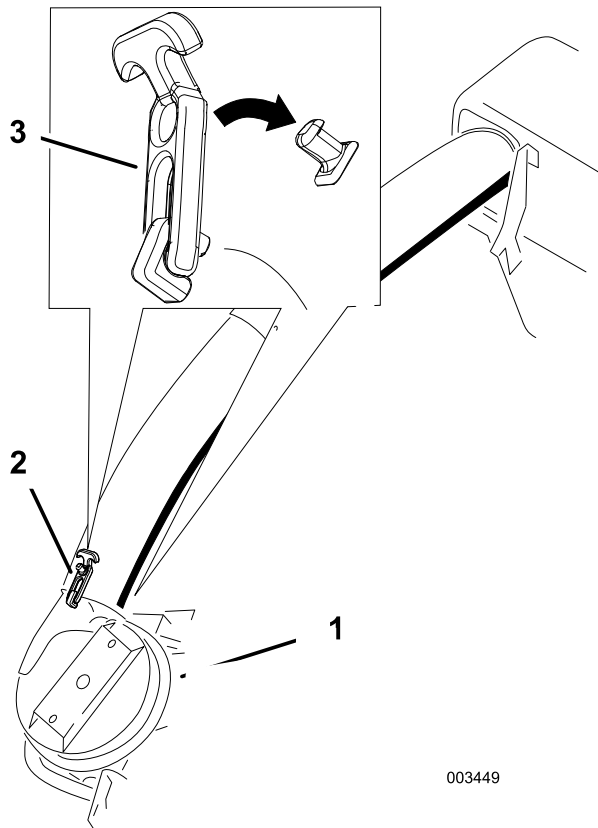

Bild 35
6. Schieben Sie das untere Rohr auf das Gebläsegehäuse und verriegeln sie (Bild 35).